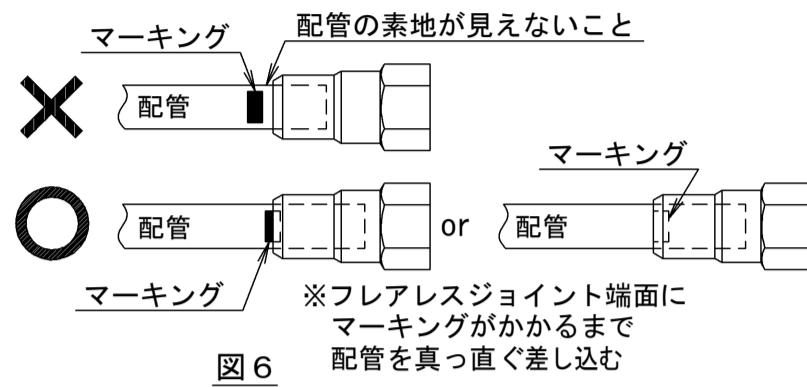

図6
(1) フレアレスジョイント内部にゴミやほこりがないことを確認してください。
(2) フレアレスジョイント端面にマーキングがかかるまで配管を真っ直ぐ差し込んでください。(図6参照)
作業前に必ずフレアレスジョイント端面にマーキングがかかるまで差し込まれているか再度確認してください。(図6参照)
・ 締め付け後に⑥で差し込んだマーキングの位置(図6)が変わります。
・ 図6のように配管の素地が見えていないか確認してください。